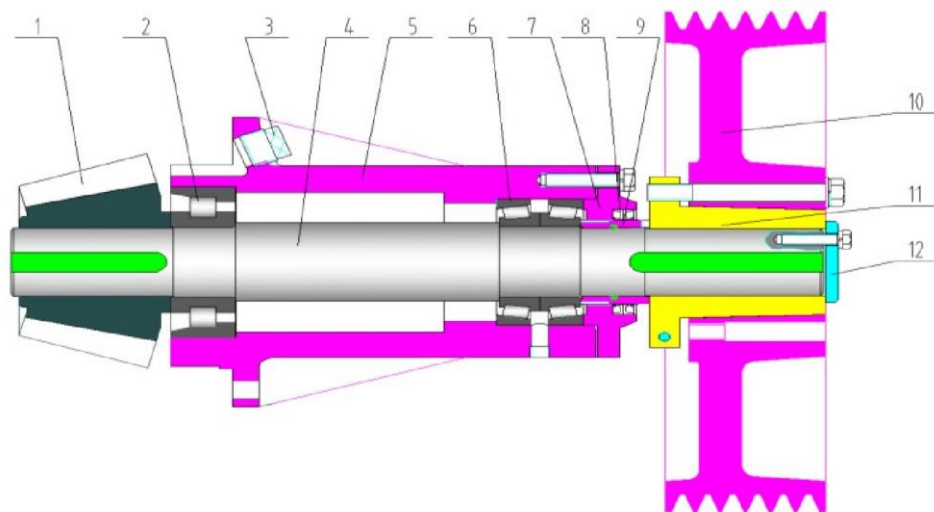

Рисунок 13 – Ведущий вал основного блока мельницы
3. Ведущий вал (см. рисунок 13)